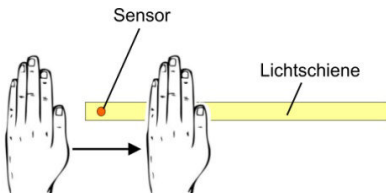
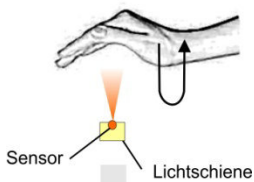

Abbildung 5
Abbildung 6
4. Schiene in eine der drei vorderen Rillen einrasten lassen (Bild 4, Bild 5, Bild 6)
Um die Schiene an- oder auszuschalten, muss der Sensor für eine kurze Zeit ein Hindernis erkennen. Sie können dieses einfach realisieren, indem Sie die Hand einmal dicht am Sensor vorbeiführen (siehe Abbildung 5). Der Abstand zwischen Hand und Sensor kann dabei zwischen 1cm und etwa 10cm betragen.
Alternativ können Sie die Hand auch einmal auf den Sensor zu- und ohne Pause wieder vom Sensor wegbewegen (siehe Abbildung 6).